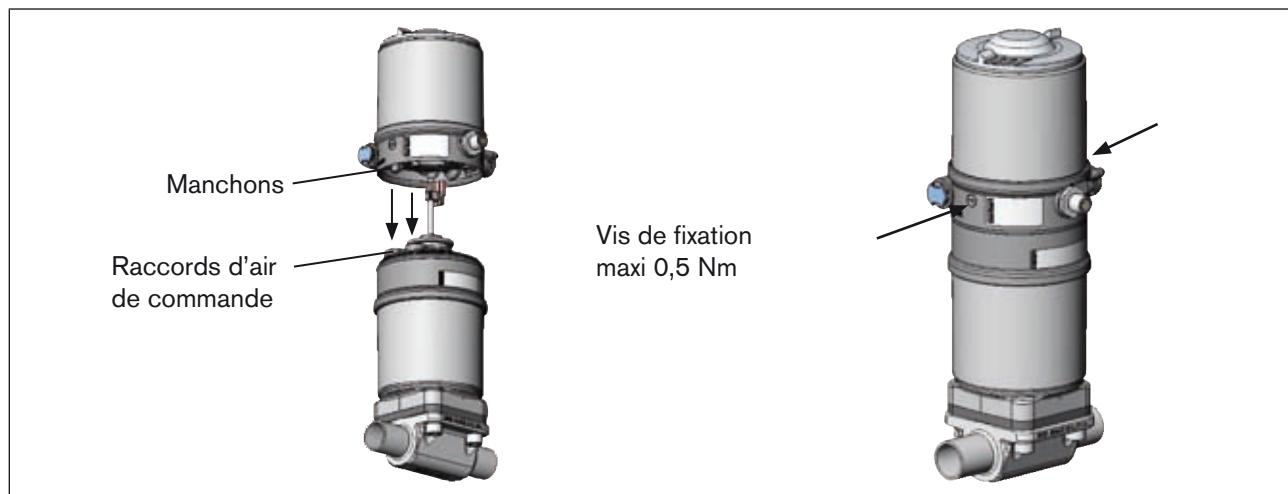

Fig. 16 : Montage du positionneur, séries 2103, 2300 et 2301
2. que les manchons du positionneur entrent dans les raccords d'air de l'actionneur (voir également „Fig. 16 :“).